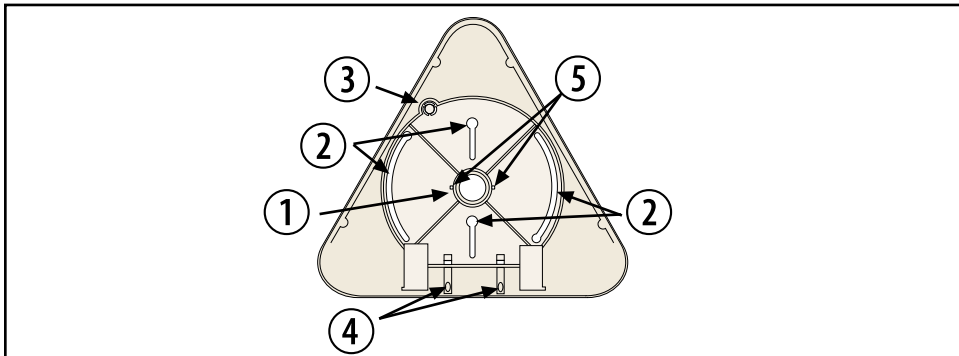

Рис. 3.3. Монтажное основание
См. обозначение (2) на рис. 3.3. Монтажное основание.